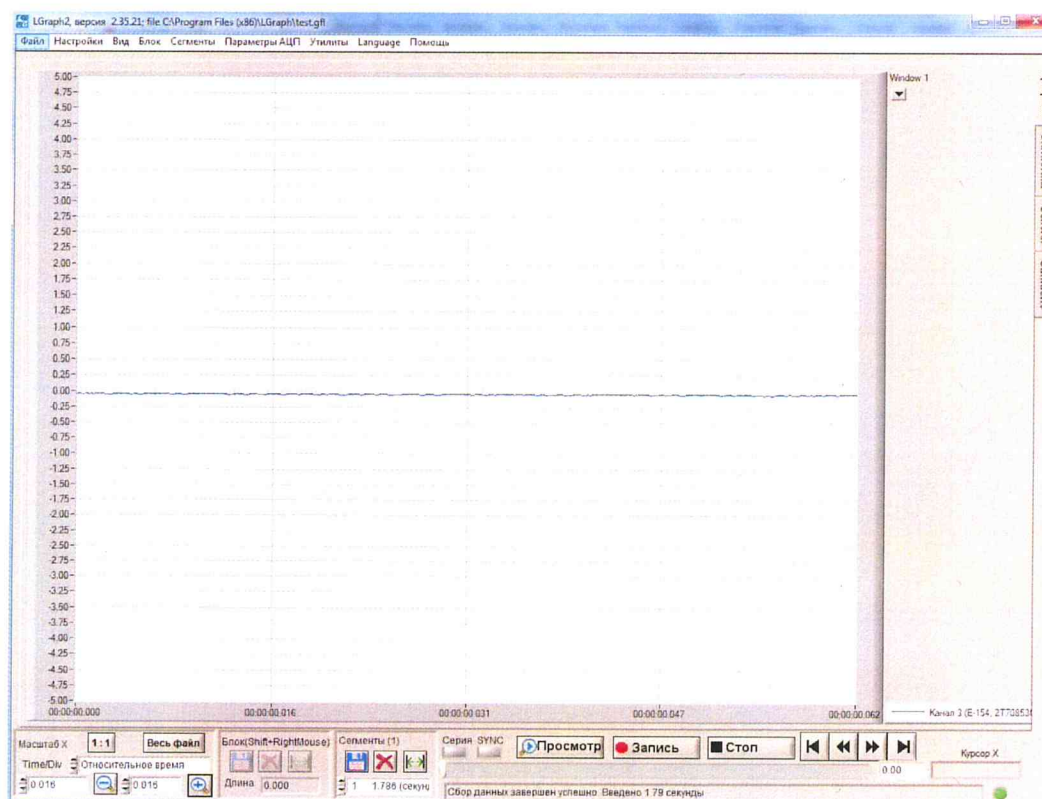

Рисунок 42. Экран программы
8) После настройки экран программы будет выглядеть следующим образом (рисунок 42).